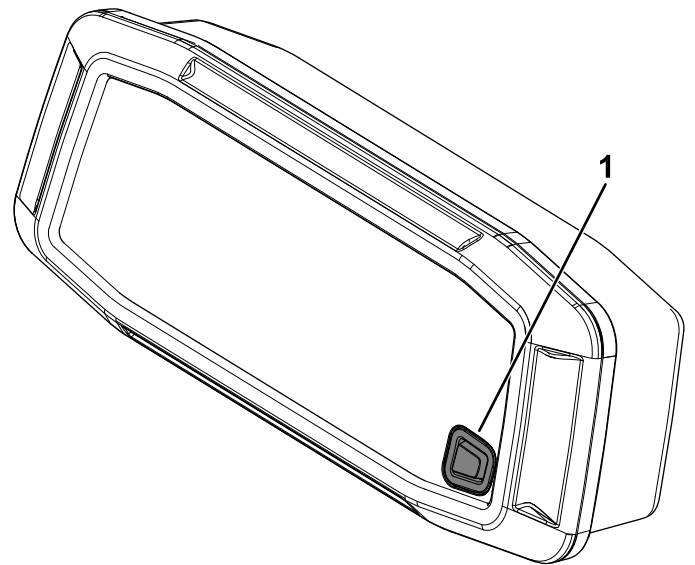

Bild 91
3. Lassen Sie den Motor laufen und betätigen Sie mit Ihrem Fuß das Bremspedal. Betätigen Sie die Display-Taste und halten Sie sie zehn Sekunden lang gedrückt (Bild 91).